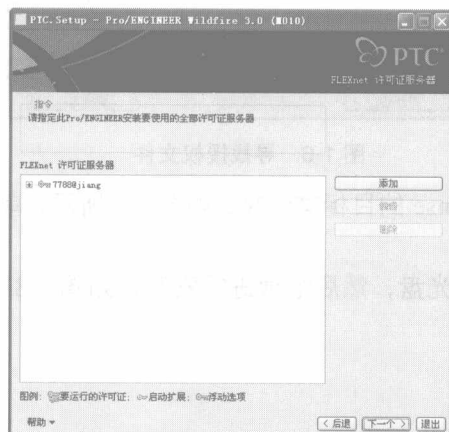

图 1-11 许可证服务器
(10) 单击 **下一个** 按钮, 在界面中会自动出现许可证服务器, 如图 1-11 所示。